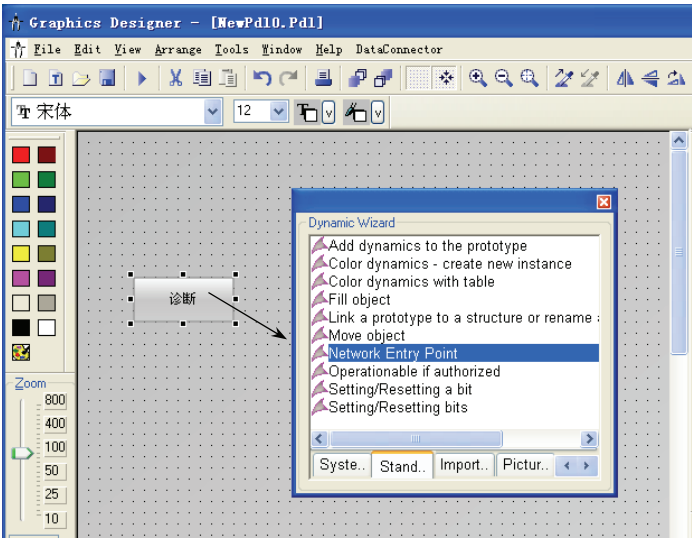

图 13-1 在“Dynamic Wizard”中选择“Network Entry Point”
- 2) 用鼠标选中对象，在动态向导对话框的“Dynamic Wizard”选项卡中选择“Network Entry Point”，如图 13-1 所示，随后向导将指导用户完成需要的组态步骤。